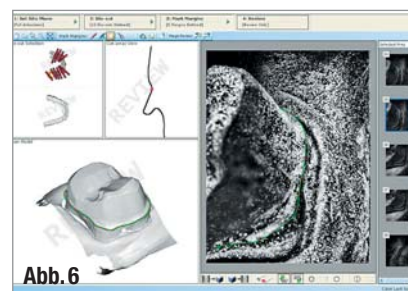
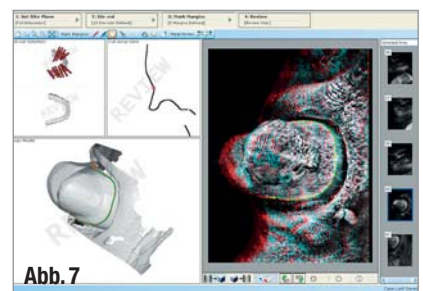

Abb. 6
Abb. 7
Modell wurde virtuell einartikuliert (Abb. 4). Danach legte der Zahntechniker die Position der Sägeschnitte (Abb. 5) sowie die Präparationsgrenzen fest. Um deren Verlauf exakt überprüfen zu können, bietet die Software sowohl eine 2-D- als auch eine 3-D-Ansicht (Abb. 6 und 7). Dreidimensional stellt sich das Modell allerdings nur bei Betrachtung mit einer Anaglyphenbrille (rot/grün) dar.
- ▲ **Abb. 6:** Festlegen der Präparationsgrenze in 2-D- ... ▲ **Abb. 7:** ... und in 3-D-Ansicht.